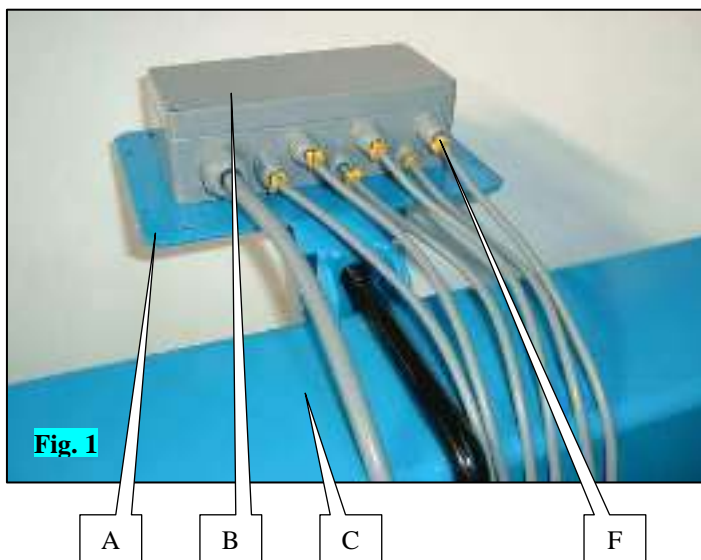
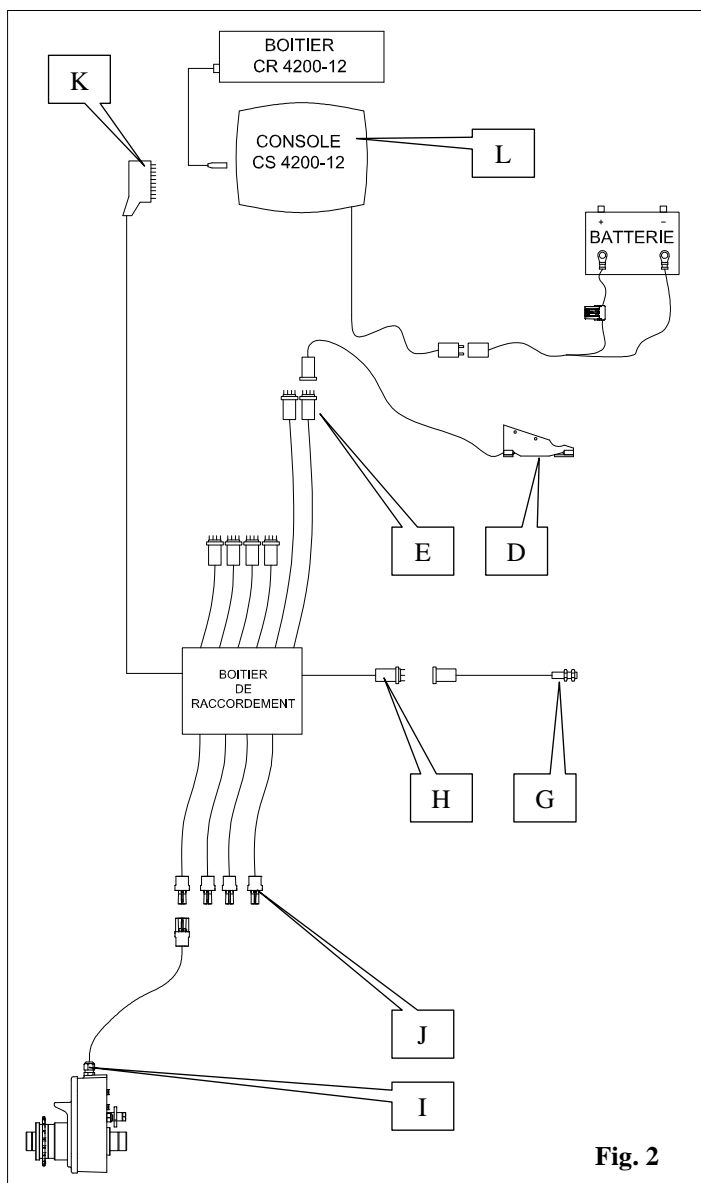

Fig. 1
Fig. 2
Instalați consola în cabina tractorului într-un loc în care să fie ușor vizibilă și accesibilă. Folosiți accesoriile A și B (fig. 1) și piulițele și bolțurile furnizate împreună cu consola.
Accesorii A (fig. 1) trebuie montat pe consolă și accesoriul B (fig. 1) în cabină. Mufa C a cablului de alimentare (fig. 2 și 3) trebuie montată pe accesoriul B (fig. 1 și 2).
- fixer le support A (fig. 1) à l'aide de la bride sur la poutre du semoir C (fig. 1), le plus près du centre du semoir.
- fixer le boîtier de raccordement B (fig. 1) sur le support.
6. Branchement du faisceau (fig. 2)
Chaque câble de cellule est équipé d'une prise à brancher au faisceau. Les prises E du faisceau à brancher aux cellules sont des prises 4 voies et les câbles du faisceau sont numérotés à la sortie du boîtier F (fig. 1):